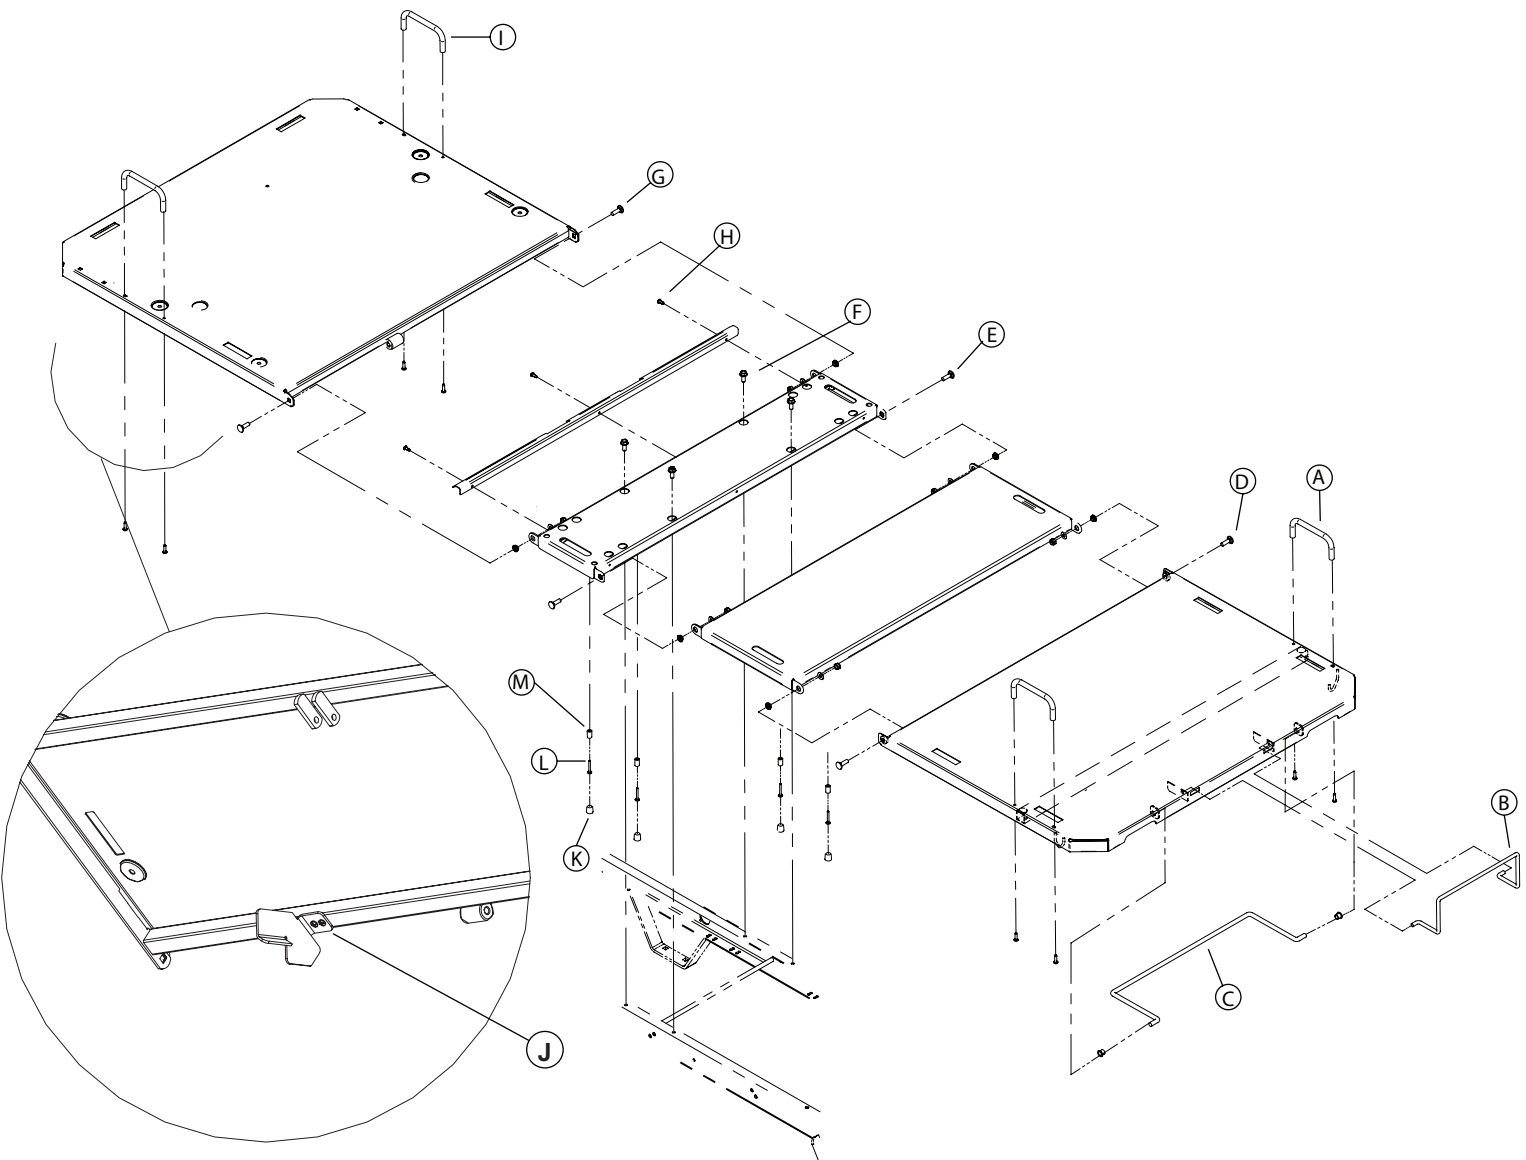

Figure 3.2A
À moins d'indications contraires, référez-vous à la figure 3.2A, page 17 pour l'illustration des références contenues dans la procédure de remplacement qui suit.
À moins d'indications contraires, référez-vous à la Figure 3.2A, page 17 pour l'illustration des références contenues dans la procédure de remplacement qui suit.
10. À l'aide d'une clé 1/2", retirez les deux écrous, rondelles plates, entretoises à épaulement et boulons (G, Figure 3.2A, page 17) reliant la section de tête à la section de siège. Retirez la section de tête.